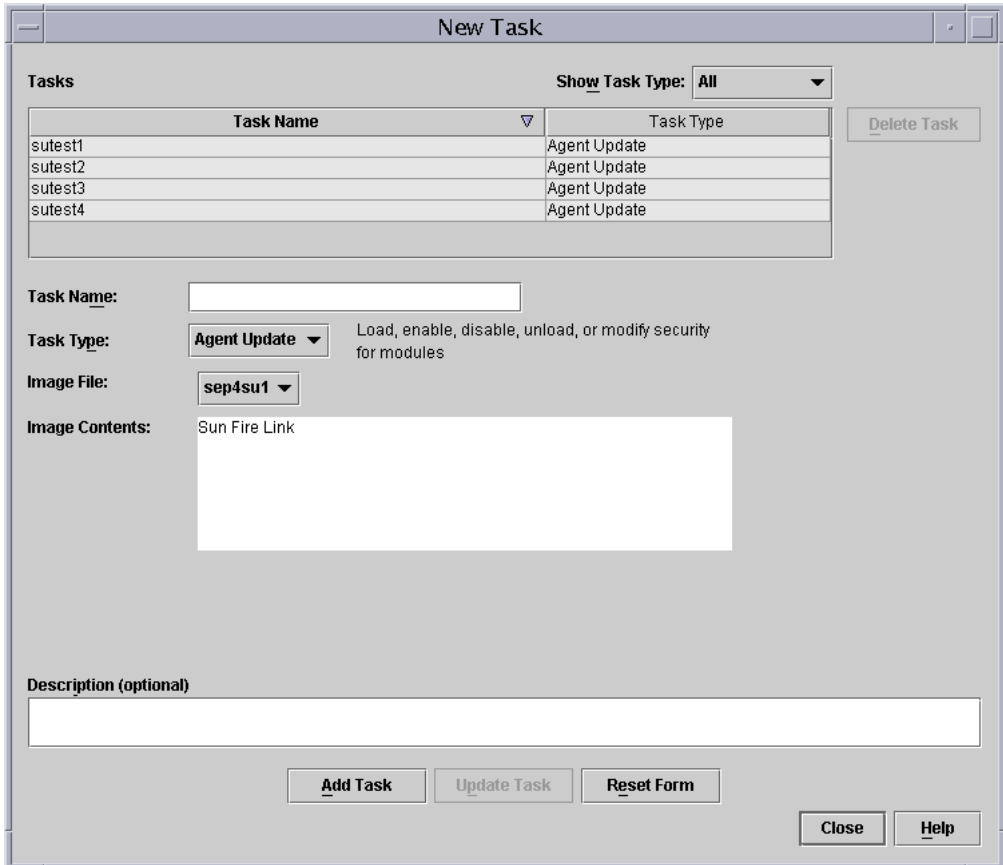

图 2-3 “New Task (新任务)” 面板
系统将显示“New Task（新任务）”面板（图 2-3），在这里您可以指定要分发的更新代理映像文件。
4. 在 “New Task (新任务)” 面板中 (图 2-3), 执行以下步骤: